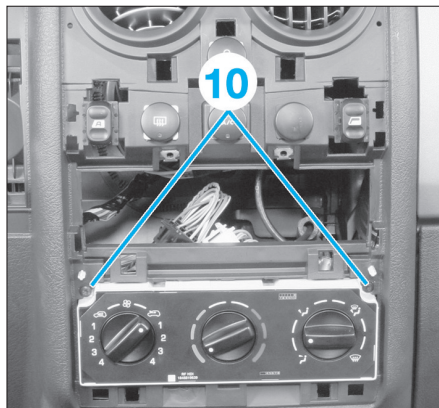

FIG. 34
- Déposer les 2 vis (10) de fixation de la façade de commande de chauffage/climatisation (**Fig.34**).